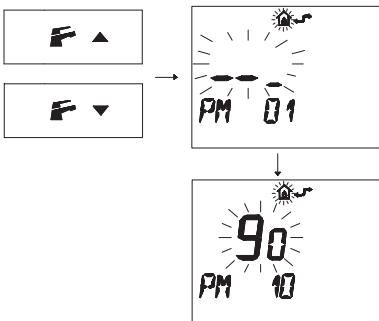

Figura 5.57
- Premere i pulsanti **F** ▲ o **F** ▼ per visualizzare la programmazione "PM10" selezione della frequenza di accensione (Figura 5.57).
Nella Figura 5.57 si visualizza un SET programmato di **90** corrispondente ad un tempo di riaccensione di 3 minuti circa.